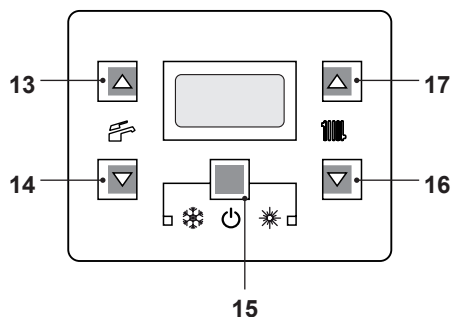
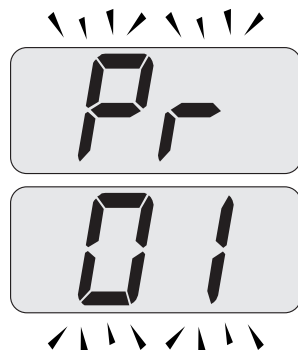
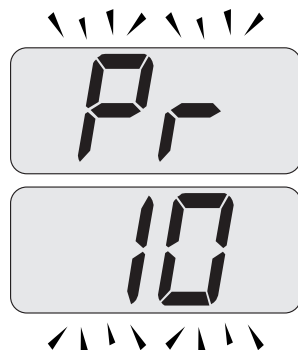

Figura 5.58
Figura 5.59
Figura 5.60
- Entrare in "modalità programmazione" premendo contemporaneamente per 10 secondi i tasti 15 - 16 - 17 (Figura 5.58) fino a far apparire sul display LCD le lettere Pr che si alternano con il codice 01, indicanti l'entrata nel "parametro 01" (Figura 5.59).
- Scorrere i vari parametri utilizzando i tasti 16 o 17 fino a far apparire sul display LCD le lettere Pr che si alternano con il codice 10, indicanti l'entrata nel "parametro 10" (Figura 5.60).
- Premere contemporaneamente i tasti 15 e 17 (Figura 5.58) fino a far apparire sul display LCD il valore del parametro 10 (30=180 secondi) (Figura 5.61).
- Premendo il tasto 15 (Figura 5.58) si ottiene la conferma del valore inserito.
- Premendo contemporaneamente i tasti 15 e 16 (Figura 5.58) si esce senza modificare il valore (ritorno alla lista parametri Figura 5.60)
- Premendo contemporaneamente per 10 secondi i tasti 15 - 16 - 17 (Figura 5.58) si esce dalla "modalità programmazione".